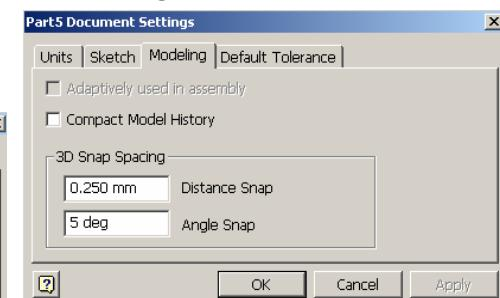

Figura 1.2.2.
- secțiunea **Modeling** - impune caracteristici de adaptivitate, includere sau excludere a istoriei fișierului și distanțe dintre punctele snap 3D, figura 1.2.2;
Trusa de instrumente **Standard Bar**, figura 1.2.2, conține icoane corespunzătoare operațiilor frecvent utilizate. Icoanele marcate în dreapta de semnul „▼” deschid un submeniu cu opțiuni multiple.